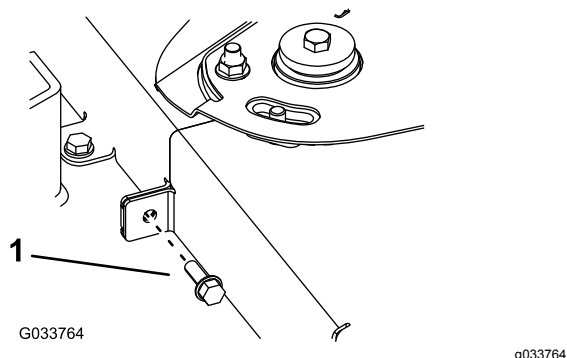

Figure 70
6. Retirez le boulon qui fixe les deux couvercles de courroie (Figure 70).